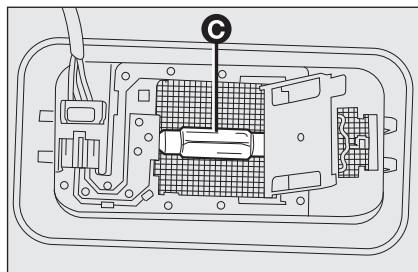

fig. 27
- remplacer l'ampoule **C-fig. 27** en la dégageant des contacts latéraux, puis monter la nouvelle ampoule en vérifiant qu'elle soit correctement bloquée entre ces contacts ;